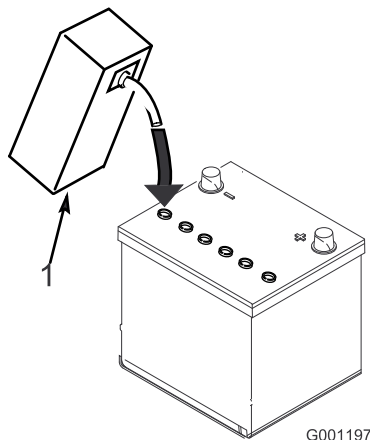

Figura 10
3. Llene cuidadosamente cada celda con electrolito hasta que las placas estén cubiertas de aproximadamente 6 mm de fluido (Figura 10).
4. Espere aproximadamente 20 – 30 minutos para que el electrolito penetre en las placas. Rellene si es necesario para que el electrolito llegue a una distancia de aproximadamente 6 mm del fondo del hueco de llenado (Figura 10).